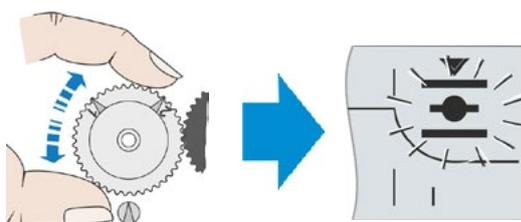

Рис. 6: Поворот центрального колеса в среднее положение, мигание знака конечного положения
8. Только при наличии сигнального редуктора: Поверните центральное колесо на сигнальном редукторе в среднее положение; метки 1 и 2 направлены вверх, и мигает знак выбранного конечного положения (рис. 6).